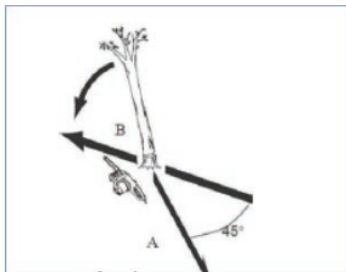
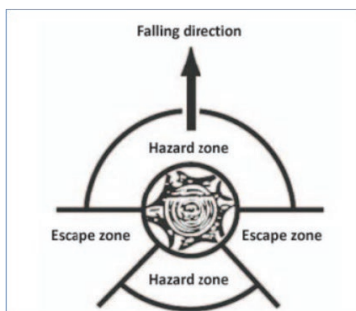

Abb. 1
Abb. 2
WARNUNG! Planen Sie einen Fluchtweg, bevor Sie den Baum (A) fällen, und beseitigen Sie gegebenenfalls Hindernisse auf diesem Weg. Der Weg sollte von der zu erwartenden Baumfalllinie diagonal nach hinten verlaufen, wie in Abb. 1 zweidimensional oder in Abb. 2 dreidimensional dargestellt.